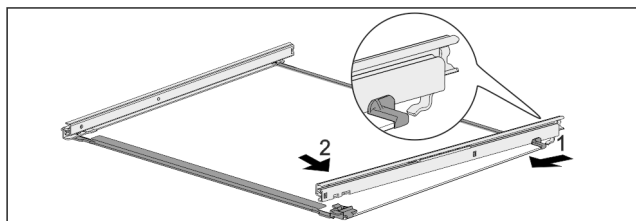

Fig. 121 Ripiano in vetro con guide
- Agganciare la guida sul lato posteriore. Fig. 121 (1)
- Innestare la guida sul lato anteriore. Fig. 121 (2)